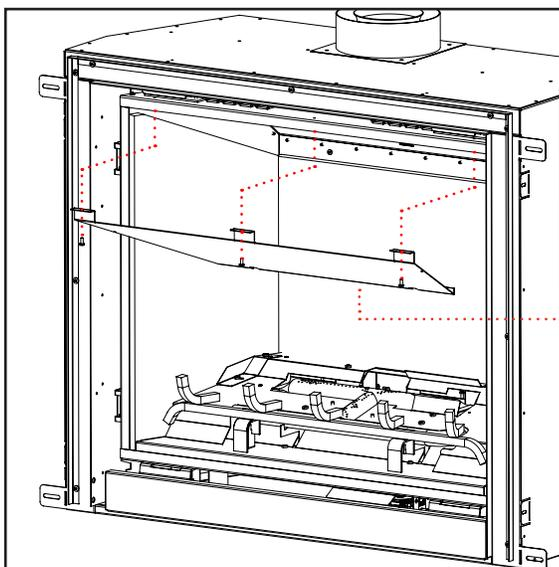

Figure 39b.
Étape 3. À l'aide d'un tournevis T20, retirez les fixations X3 fixant le déflecteur d'échappement en place. Fig.39b
Étape 8. À l'aide des vis X3 T20, fixez l'avant du déflecteur d'échappement au dessous de la chambre de combustion. Fig 39b.